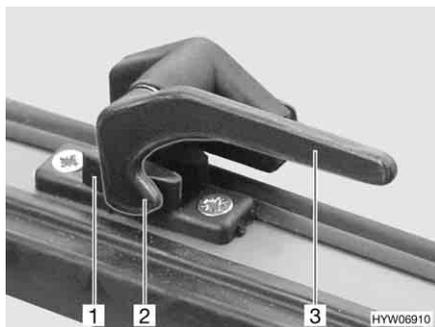

Fig. 52 Leva di serraggio in posizione "Chiuso"
- Ruotare la leva di serraggio (Fig. 52,3) di un quarto di giro verso il centro della finestra.
- Ruotare la leva di serraggio (Fig. 52,3) di un quarto di giro verso il telaio della finestra. Il nasello di chiusura (Fig. 52,2) si trova sul lato interno della chiusura della finestra (Fig. 52,1).
- In posizione "Completamente chiusa" (Fig. 52)